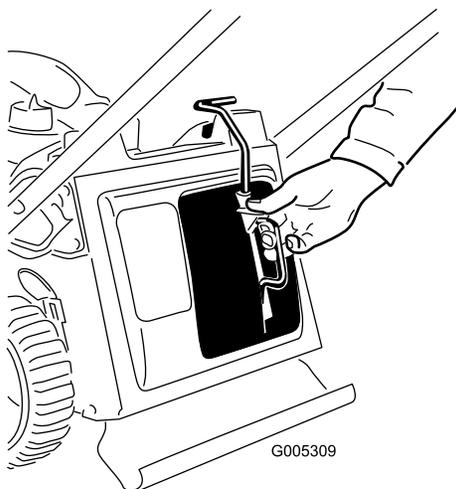

Figura 24
1. Togliete il tappo mulching (Figura 24).